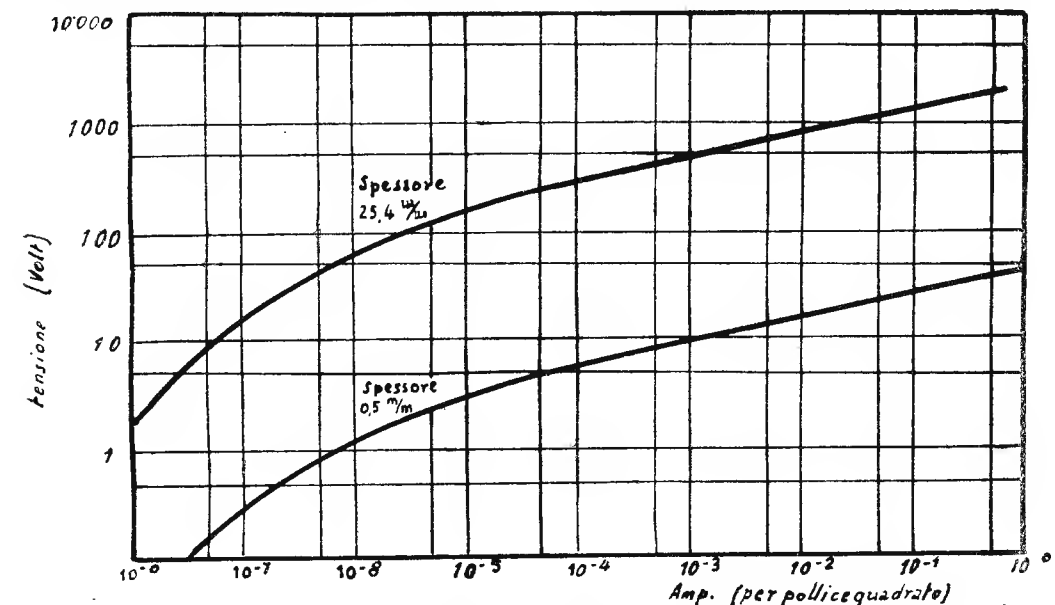

Fig. 2. - Caratteristica V-I di due varistori alla « thyrite » in coordinate doppiamente logaritmiche.
Fig. 2 - Per comodità di esame e di studio il televisore può essere ridotto, trascurando le alimentazioni ed il «suono» a questo semplice schema. La parte «video» può essere tanto ad amplificazione diretta che a cambiamento di frequenza (supereterodina).
Un'altra differenza molto importante è data dal fatto che per i varistori simmetrici («thyrite», «metrosil», ecc.), la caratteristica si trova in genere spostata in una zona lontana da quella in cui operano generalmente i varistori asimmetrici (raddrizzatori a secco): un campione di «thyrite» dello spessore di 25 mm circa può lavorare in una gamma di tensioni che va da 1 V a 3000 V circa, mentre la corrispondente corrente varia da  $10^{-8}$  ad 1 A (7) (vedi fig. 2). Press'a poco la medesima, per ampiezza e di dislocazione, è la gamma di «lavoro» del «metrosil». Ciò è dovuto essenzialmente al fatto che in tali tipi di varistori, i numerosissimi contatti fra i granuli di carburo di silicio e la sostanza legante agiscono in serie; la caduta totale di tensione ai capi dell'elemento non è dunque altro che la somma di numerosissimi addendi, ciascuno relativo ad un singolo contatto e ciascuno dello stesso ordine di grandezza di quello che si verifica in un normale raddrizzatore a strato di sbarramento (dove si ha un solo di tali contatti).